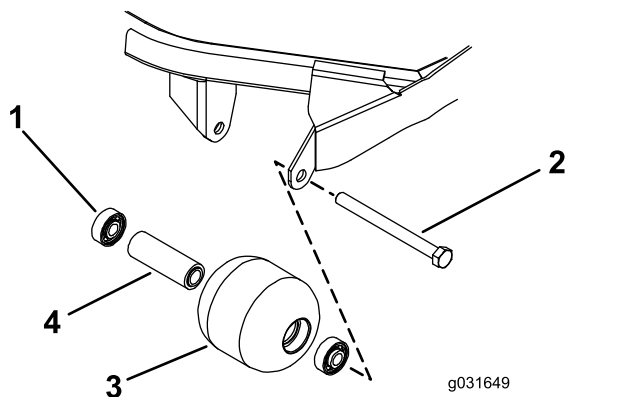

Figura 67
1. Retire el perno de montaje del rodillo (Figura 67).
4. Inspeccione el alojamiento del rodillo, los cojinetes, y el espaciador del cojinete (Figura 67).
1. Introduzca el primer cojinete en el alojamiento del rodillo, haciendo presión solamente sobre el anillo de rodadura exterior, o de forma igual sobre el anillo exterior y el interior (Figura 67).
2. Introduzca el espaciador (Figura 67).
- Introduzca el segundo cojinete en el alojamiento del rodillo hasta que entre en contacto con el espaciador, haciendo presión solamente sobre el anillo de rodadura exterior, o de forma igual sobre el anillo exterior y el interior (Figura 67).